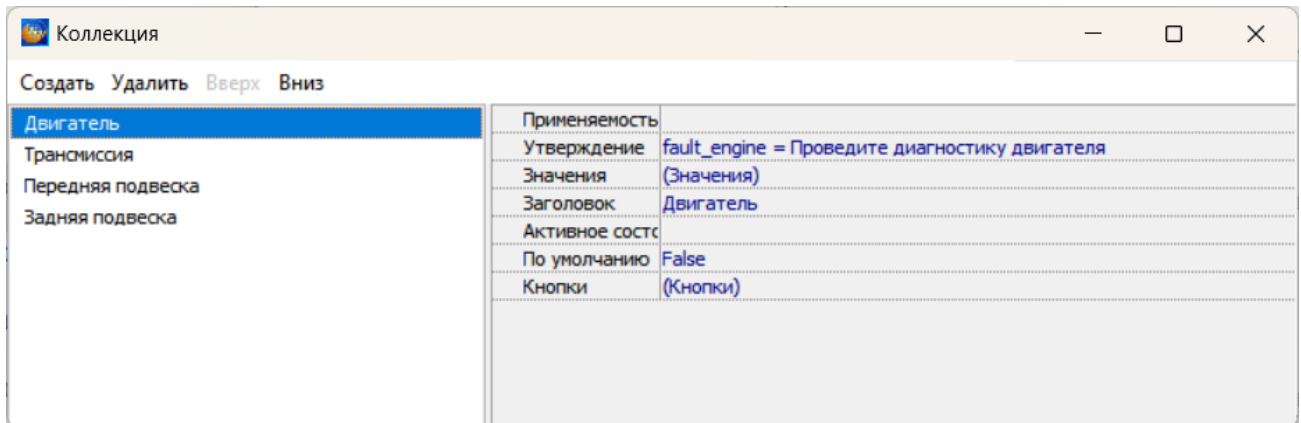

Рисунок 614
– При необходимости ввести значение в поле **Утверждение**, нажав кнопку  . В открывшемся окне ввести выражение с клавиатуры. В поле вводится логическое выражение, которое будет выполнено в случае выбора данного элемента (рисунок 614).